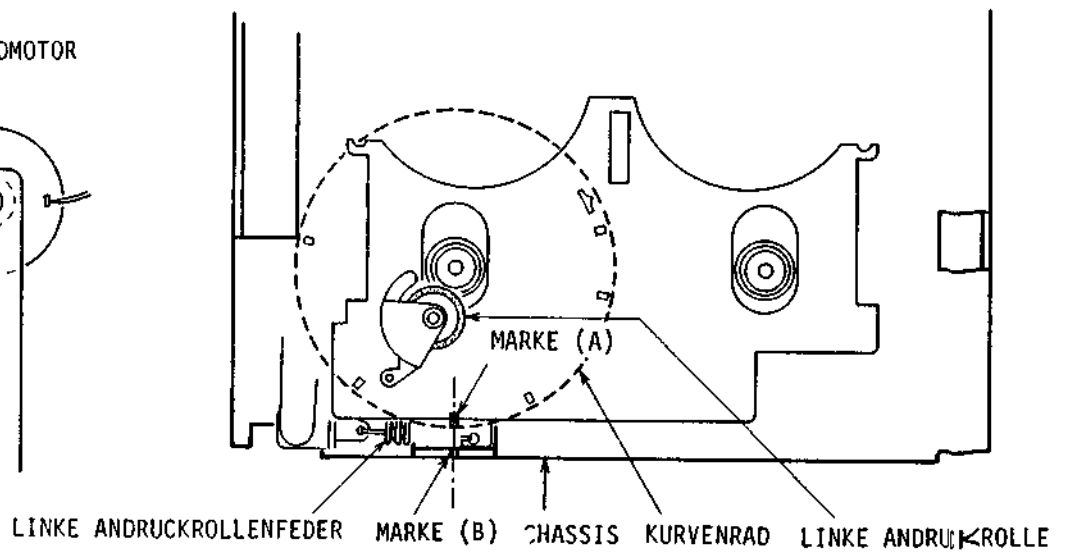

Abb. 5-6
c. Die Schrauben a) bis f) in Abb. 5-6 entfernen und den gesamten Mechanikblock leicht herausziehen.